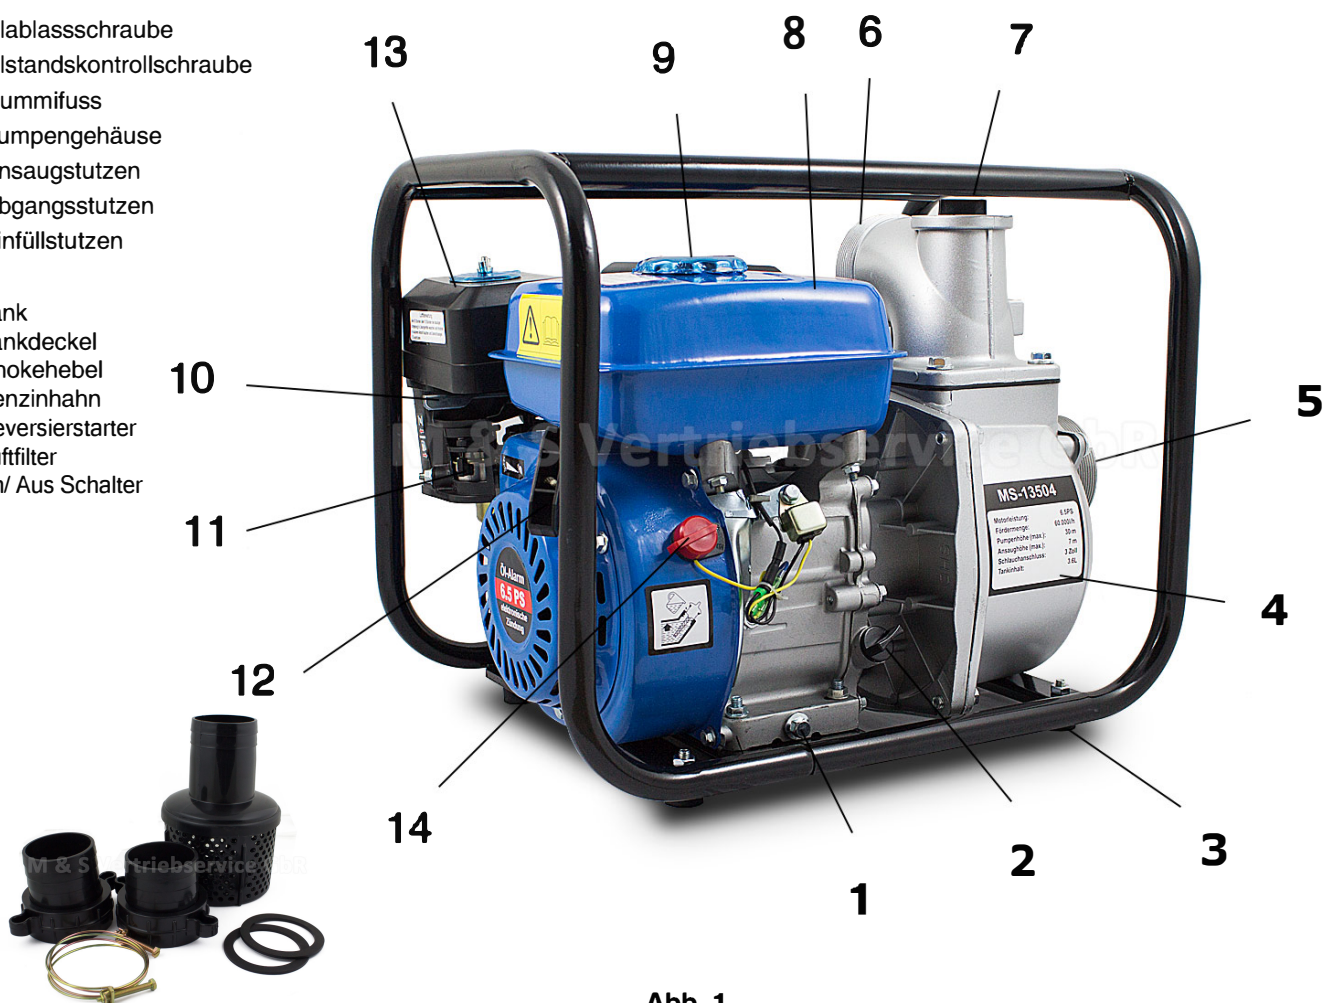

Abb. 1
- Öffnen Sie den Benzinhahn (Abb. 1/11)
- Schalter „Ein“ (14)
- Choke (10) nach links in Startposition schieben.
- Langsam an der Startschnur (12) ziehen, bis Widerstand spürbar ist, dann kräftig ziehen um den Motor zu starten.
- Wenn der Motor warmgelaufen ist, den Choke (10) in die Ausgangsstellung nach rechts zurück schieben.